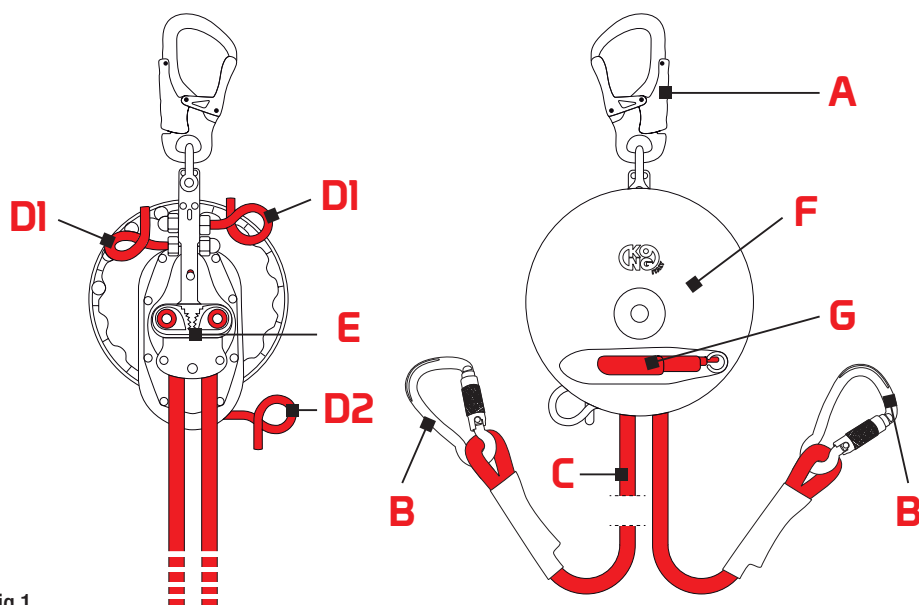

Fig.1
3.1 NOMENCLATURE DES PIÈCES (FIG. 1)
- (A) Mousqueton d'ancrage en alliage d'aluminium conforme à la norme EN 362,
- (B) Mousquetons d'extrémité en alliage au carbone conformes à la norme EN 362,
- (C) Corde en polyamide conforme à la norme EN 1891 classe A,
- (E) Gâchette,
- (F) Volant,
- (G) Manivelle.